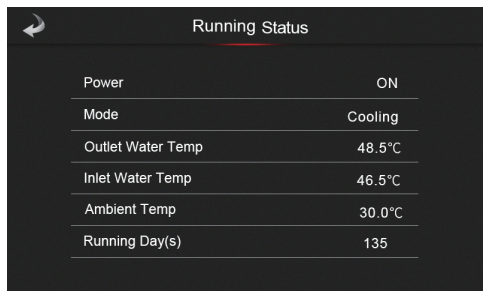

Рис.13-1 Інтерфейс стану роботи
В інтерфейсі стану натисніть кнопку стану роботи (42), щоб запитати параметр стану роботи (Рис. 13-1).